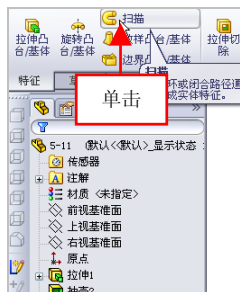

图 5-12 单击【扫描】按钮
(2) 在【特征】选项卡中, 单击【扫描】按钮, 如图 5-12 所示。